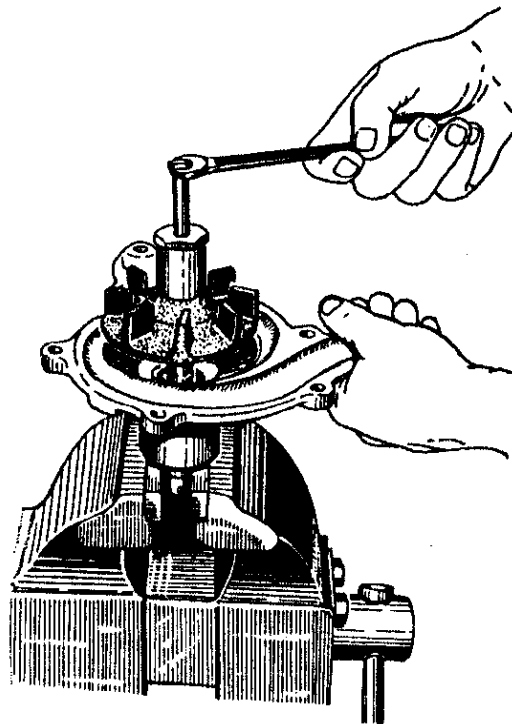

Рис.81. Снятие крыльчатки водяного насоса
3. Съёмником спрессовать крыльчатку с вала водяного насоса (рис.81). Перед снятием крыльчатки, чтобы не повредить резьбу на валике водяного насоса, между торцом валика и болтом съёмника необходимо поставить шайбу.